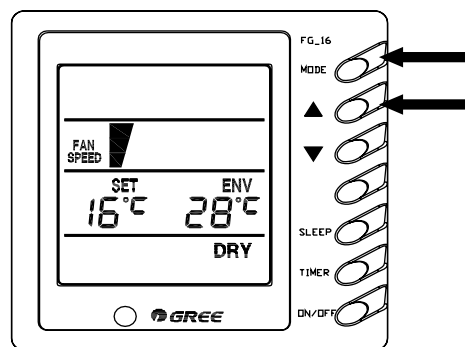

Рис. 5.13
5.3.7 **Режим DRY.** При выборе режима осушения DRY на дисплее высвечивается соответствующая надпись (рис.5.13). Алгоритм работы компрессора и вращение вентилятора внутреннего блока на низкой скорости обеспечивают осушение воздуха в помещении. Режим осушения является энерго-сберегающим режимом.